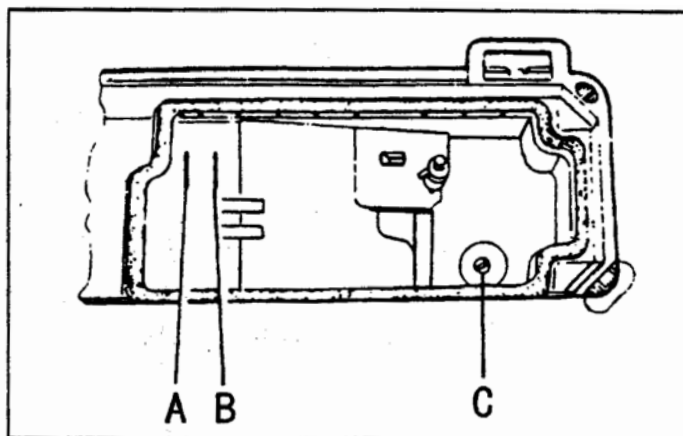

Рис.3
4. Подготовка к работе и смазка (рис.3)